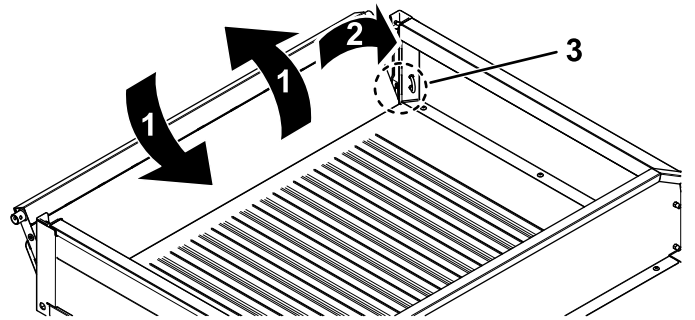

Bild 83
2. Drehen Sie die Heckklappe auf eine ungefähre Stellung von 45° (Bild 83).
3. Drehen Sie die Heckklappe mehrmals mit kurzen, schüttelnden Bewegungen (Bild 83).